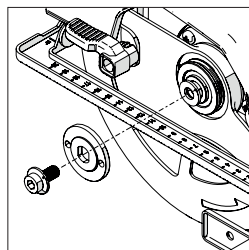

Fig. 4
- Folosind cheia imbus, slăbiți și îndepărtați șurubul cu cap semi-îngropat al arborelui, garniturile și flanșa exterioră de antrenare a discului. (**Fig. 4**)